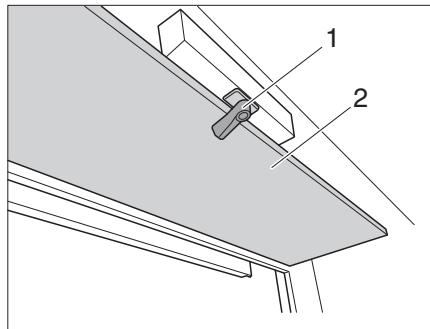

Bild 156 Klappe für Kurbel
- Verriegelung (Bild 156,1) lösen und Klappe (Bild 156,2) nach unten klappen. Hinter der Klappe befindet sich die Kurbel für die Höhenverstellung.